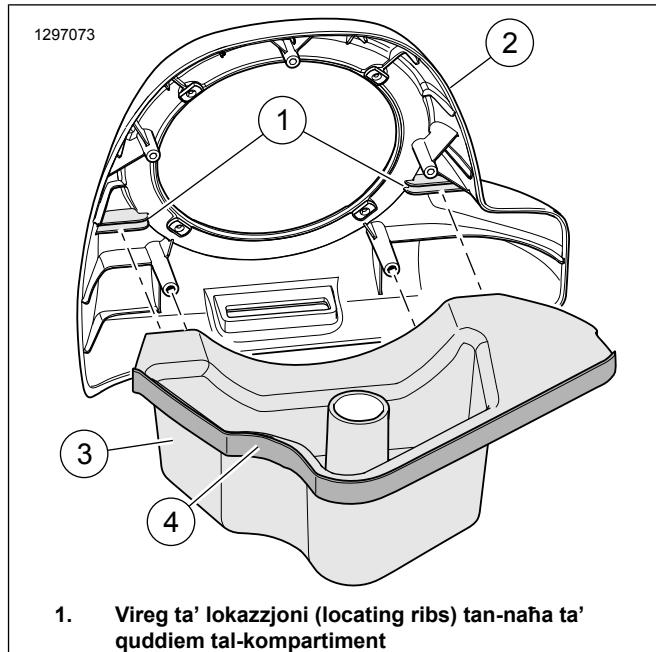

Figura 6. Assemblaġġ tal-Kompartiment
6. Ara Figura 6 . Għaqqad l-ixkaffa tal-kompartiment (4) man-naħha ta' quddiem tal-kompartiment (2). Aqla' l-inforra tal-karti ta' wara minn fuq naħha waħda tal-gasket tal-foam b'żewġt uċu (5). Installa s-sigill kif muri. Ittrimmja u erfa' s-sigill żejjed tal-gasket tal-foam biex jintuża aktar tard.